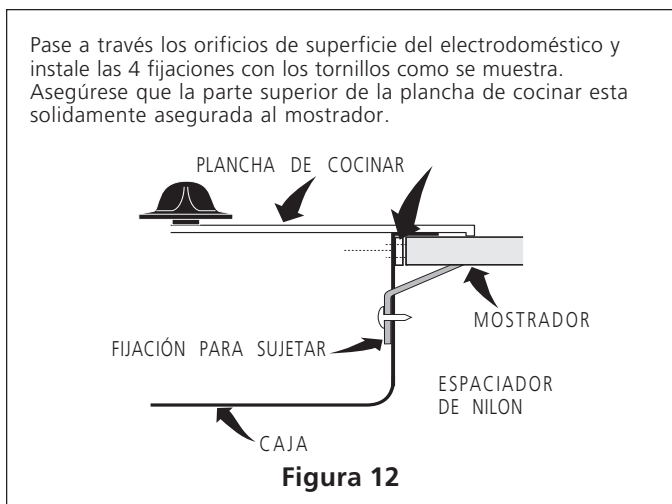

Figura 12
3. Informaciones para fijar el electrodoméstico. Una vez que el electrodoméstico está instalado en la abertura del mostrador, debe de fijarlo como se indicada en la figura 12.